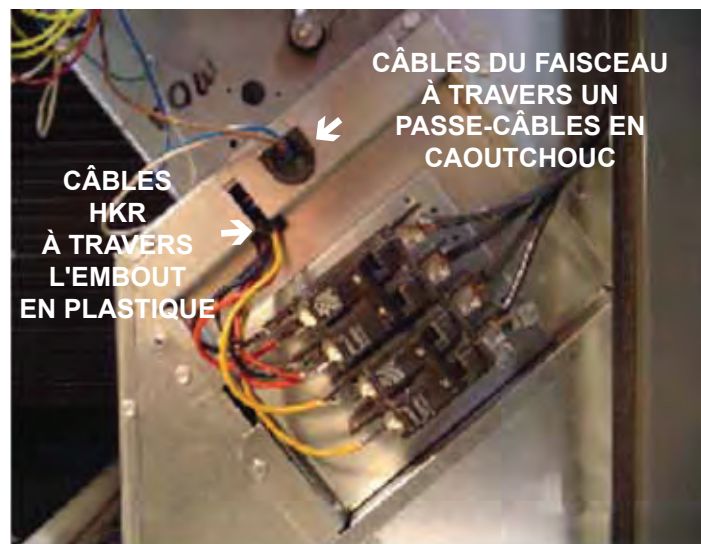

FIGURE 5
11. Faites passer les câbles du faisceau de câblage à 9 broches à travers le passe-câbles en caoutchouc, et faites passer les câbles HKR à travers l'embout en plastique situé sur la plaque de montage arrière. Voir figure 5.